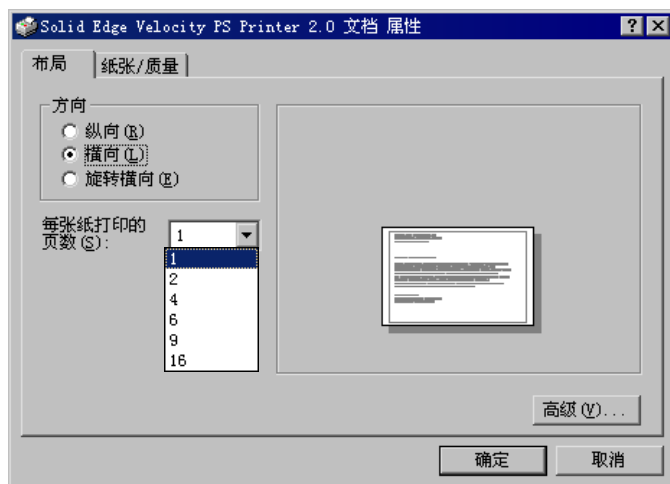

图 11.1.2 “文档 属性”对话框
- **属性(P)...**按钮：单击此按钮，系统会弹出当前所选打印机“文档 属性”对话框，如图 11.1.2 所示。